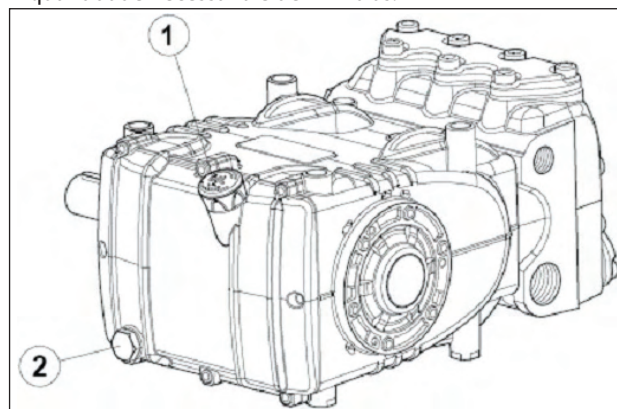

Fig. 3
Da haste do nível do óleo pos. ①, Fig. 3.
O controle correto do nível do óleo é realizado com a bomba em temperatura ambiente, a troca do óleo é executado com bomba de temperatura de trabalho, removendo: a haste do nível do óleo pos. ①, e sucessivamente a tampa pos. ②, Fig. 3. O controle do óleo e da troca são efetuados conforme indicados na tabela da Fig. 14, capítulo 11.